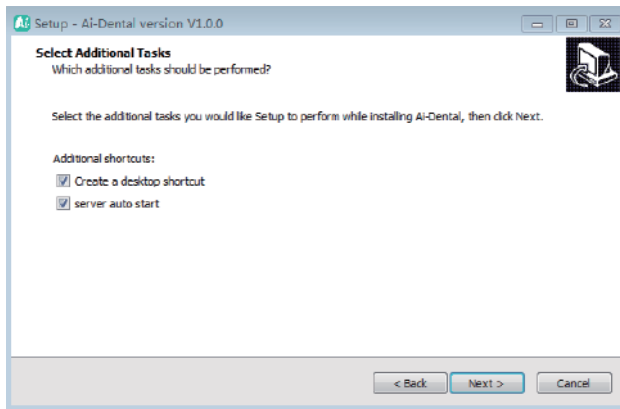

Figura 6
e) Establezca si desea crear accesos rápidos de escritorio y que el servidor se inicie automáticamente. Cuando haya terminado, haga clic en el botón siguiente, como se muestra en la figura 6: